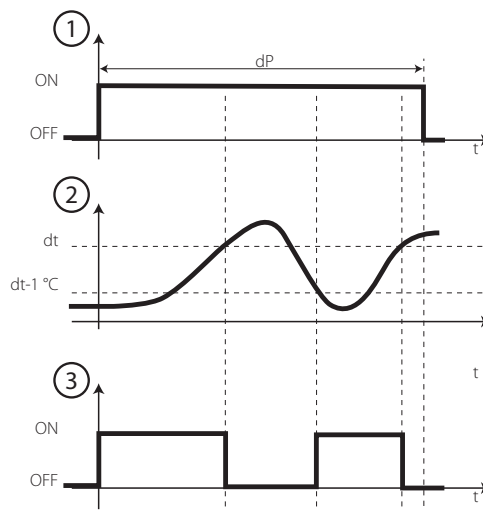

Fig. 4.g
- en fonction du temps thermostaté (seulement avec résistance); pendant un temps programmable: permet d'activer la sortie du dégivrage seulement quand la température est en dessous du seuil de fin dégivrage, garantissant ainsi économie d'énergie et un dégivrage de l'évaporateur même dans les situations les plus difficiles (voir Fig. 4.g).